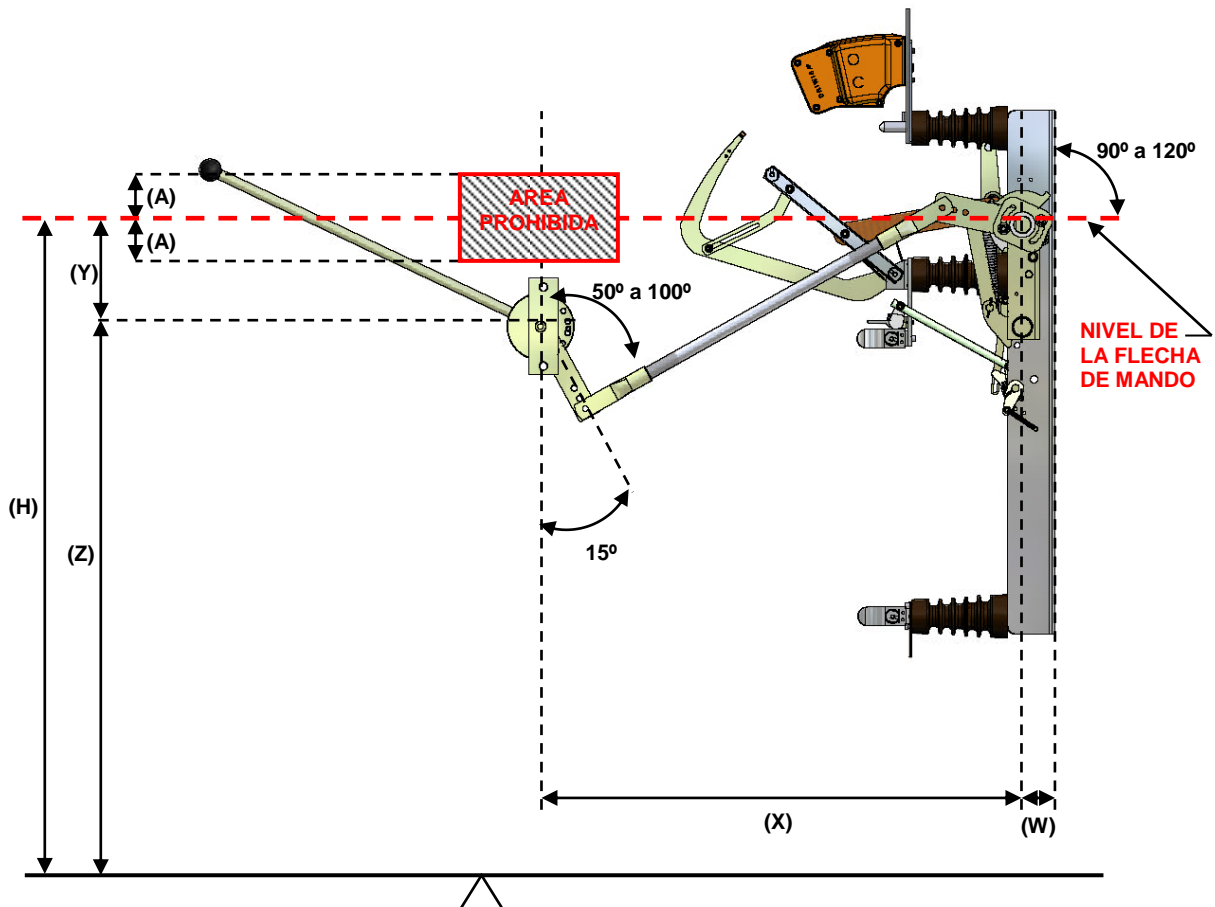

Figura 2
- 5.2.3. Se sugiere que la altura (Z) de montaje del disco (Figura 2) deberá estar en el rango entre 700 y 1500 mm (27 a 59 pulgadas) por encima del nivel de piso. Sin embargo, por requerimientos específicos, puede determinarse cualquier otra altura.
- 5.2.4. Debe evitarse el montaje del disco a una altura cercana a la del nivel de la flecha de mando "AREA PROHIBIDA" (Figura 2), dado que el ajuste de los ángulos se vuelve más crítico al reducirse el rango de operación de la palanca de cambio del disco.
- b. Determine el centro de la "AREA PROHIBIDA" como se muestra en la Figura 2, que es el nivel de la flecha de mando (centro de la flecha).
- d. Determine la posición más adecuada para el mecanismo de disco fuera de la "zona prohibida". La altura (Z) recomendada debe estar entre 700 y 1500 mm (entre 27" y 59"), mientras más abajo, mejor, Figura 2.
- e. Gire la palanca del accionamiento de disco 15° con respecto a la pared del gabinete como se muestra en la Figura 2.
- f. Determine la medida (X) (proyección horizontal de la línea de centros de la flecha de mando al centro del mecanismo de disco). La distancia (W) entre la línea de centros de la flecha de mando del equipo a la base del bastidor puede obtenerse directamente del catálogo.
- g. Calcule la medida (Y) como: